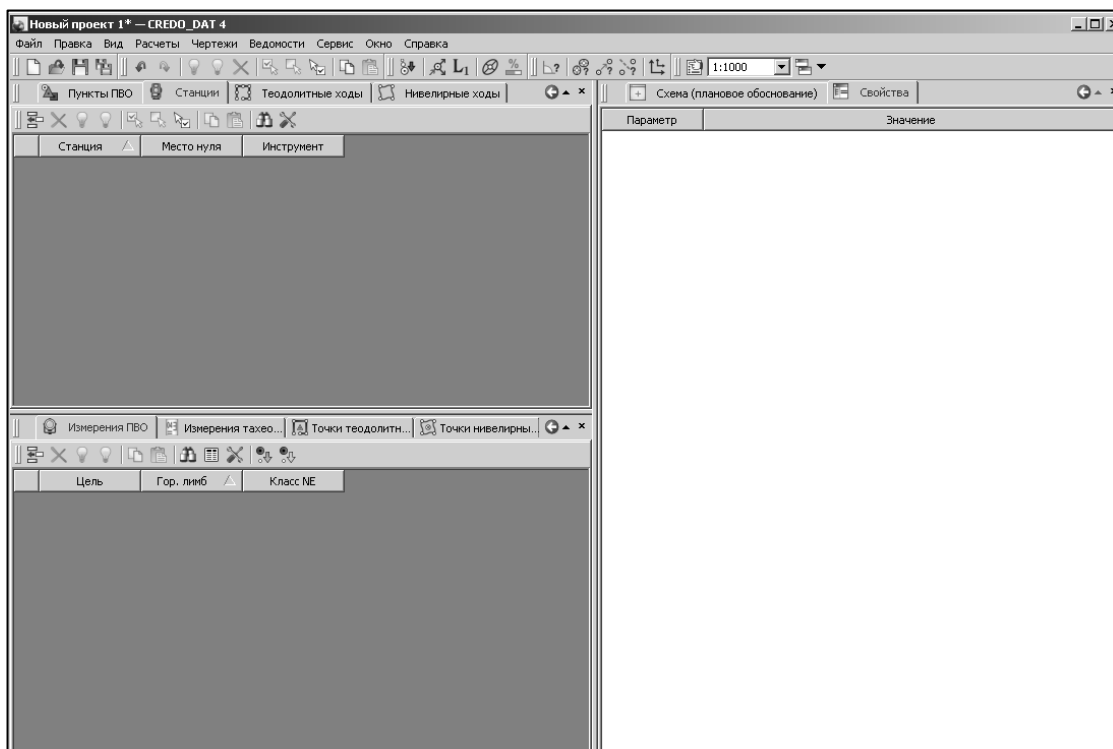

Рис. 1.2
1. Используя меню **Вид**, выполните настройку рабочей области согласно рис. 1.2 и сохраните эту конфигурацию окон с именем **Наземные измерения**.